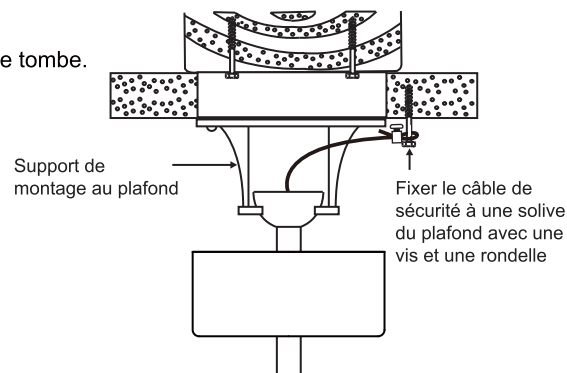

Fig. 11
Étape 1. Fixez la vis à bois et les rondelles fournies à la solive du plafond à côté du support de montage sans serrer (**Fig. 11**)